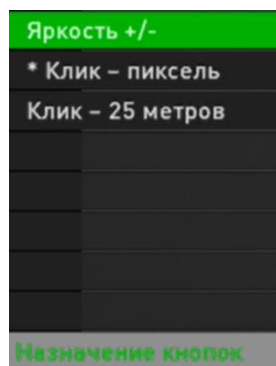

Рисунок 29 – Назначение кнопок
Данный раздел позволяет пользователю выбрать назначение кнопок (3) и (5) в основном режиме (см. рис. 29):
- «Яркость +/-» – кнопкам (3) и (5) будет назначена регулировка яркости дисплея;
- «Клик – пиксель» – кнопкам (3) и (5) будет назначен ввод баллистических поправок. Каждое нажатие кнопки (5) будет увеличивать введенную баллистическую поправку вверх на 1 пиксель (1,7 см/100 м), каждое нажатие кноп-